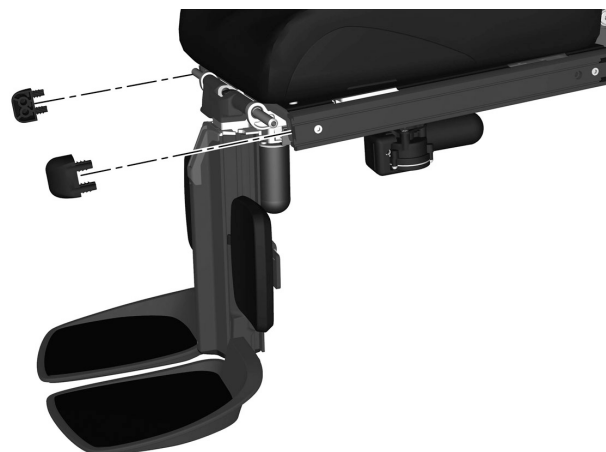

Abbildung 183. Die vorderen Enden der UniTrack-Schienen abmontieren.
3. Die vorderen Enden der UniTrack-Schienen abmontieren. Siehe Abbildung. 183.